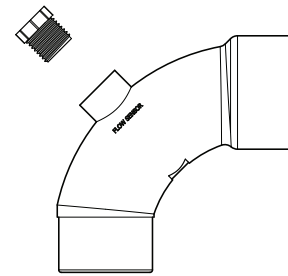

Figure 7. Coude élargé
- 5.1 Le modèle de filtre CV est livré avec un coude élargi Jandy prévu à cet effet. Le coude élargi comprend également un orifice fileté et un bouchon de manière à ce qu'un boyau d'arrosage de 1/2 po puisse être raccordé pour les tests de pression. Voir la Figure 7.